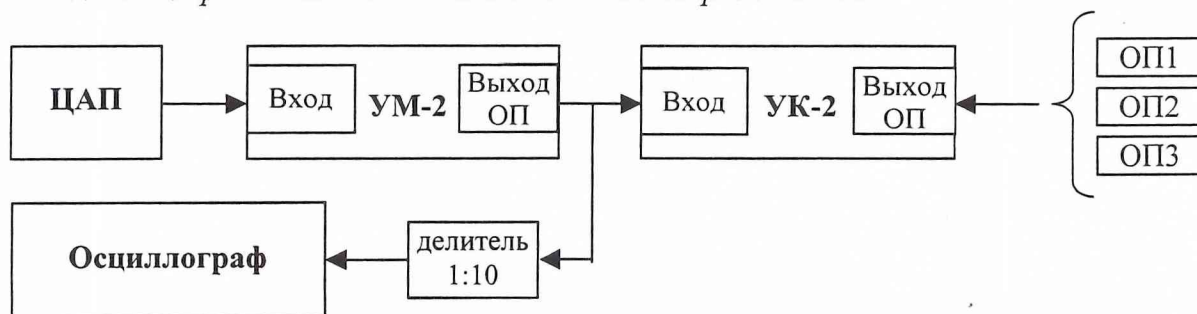

Рис. 1
- 1) Собрать схему в соответствии с рис. 1.